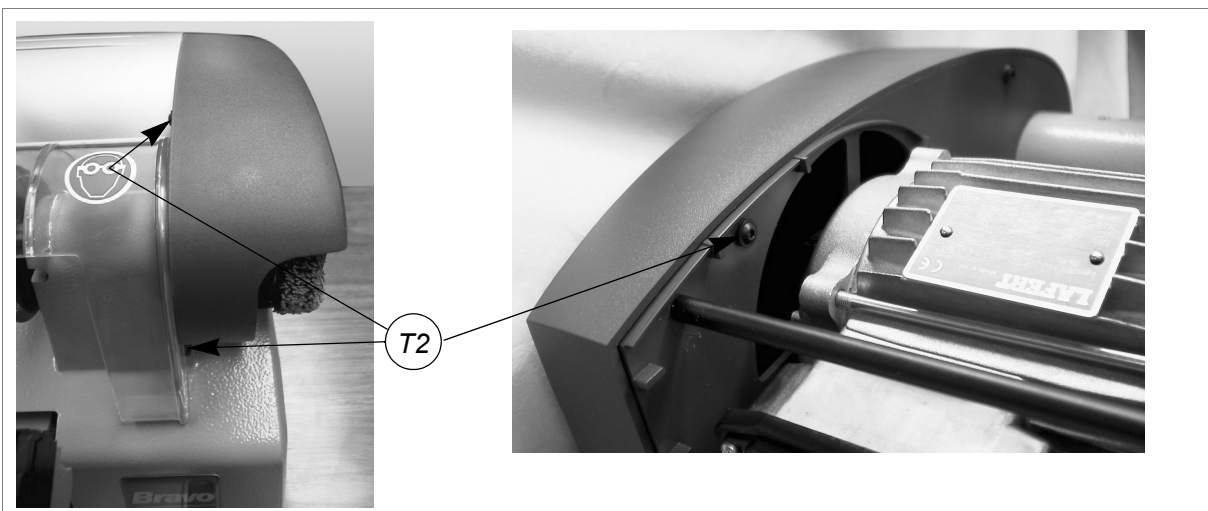

Fig. 31
- 4) Destornillar los 3 tornillos (T2) (fig.31) del cárter correa sacándolo (extrayéndolo hacia el lado frontal de la máquina).
- 4) Destornillar los 3 tornillos (T2) (fig.31, pág.24) del cárter correa sacándolo (extrayéndolo hacia el lado frontal de la máquina).
- 6) Colocar el cárter correa fijándolo con los 3 tornillos (T2) (fig.31, pág.24).
- 7) Destornillar los 3 tornillos (T2) (fig.31, pág.24) del cárter correa sacándolo (extrayéndolo hacia el lado frontal de la máquina).
- 16) Colocar el cárter correa fijándolo con los 3 tornillos (T2) (fig.31, pág.24).